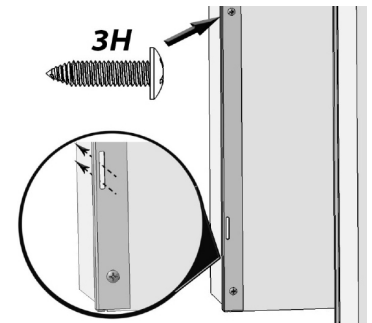

Fig. 19
19. À l'aide de huit vis 3H et d'une perceuse électrique, fixez les deux supports de fixation de la garniture latérale au bord de l'armoire avant gauche et droite avec les supports allant jusqu'au sol (Fig. 19). Assurez-vous que les fentes rectangulaires dépassent le bord de l'armoire.